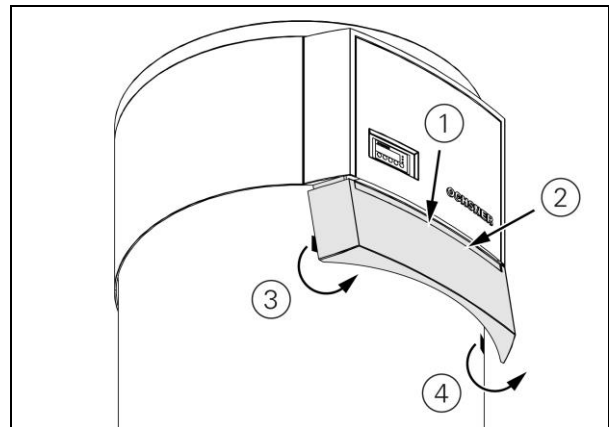

Abbildung 6: Demontieren des Frontpanels
- Mit beiden Daumen im oberen Bereich des Frontpanels geringen Druck ausüben (Abbildung 6, Punkt 1 und 2) und gleichzeitig mit den Fingern im unteren Bereich der linken und rechten Außenkante vorsichtig ziehen (Abbildung 6, Punkt 3 und 4).